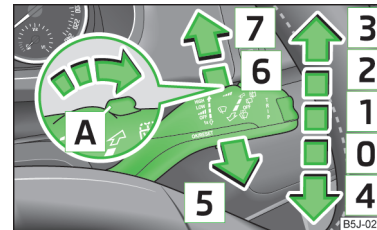

Fig. 31
- Dacă doriți să ștergeți parbrizul **scurt**, apăsați maneta în poziția asistată de arc **4** » fig. 31.
- Aduceți maneta în sus, în poziția **1** » fig. 31.
- Aduceți maneta în sus, în poziția **2** » fig. 31.
- Aduceți maneta în sus, în poziția **3** » fig. 31.
- Trageți maneta înspre volan în poziția amortizată **5** » fig. 31, instalația de spălare a parbrizului și ștergătoarele funcționează.
- Apăsați maneta în sens opus volanului, în poziția **6** » fig. 31, ștergătorul șterge la fiecare 6 secunde.
- Apăsați maneta în sens opus volanului, în poziția amortizată **7** » fig. 31, ștergătoarele și instalația de spălare funcționează.
- Aduceți maneta la loc, în poziția de bază [0] » fig. 31.
Dacă faza scurtă sau faza lungă este cuplată și maneta ștergătoarelor de parbriz se trage în poziția [5] » fig. 31 la pagina 47, farurile sunt stropite scurt. La curățirea farurilor se ajunge și la fiecare a cincea stropire a parbrizului.